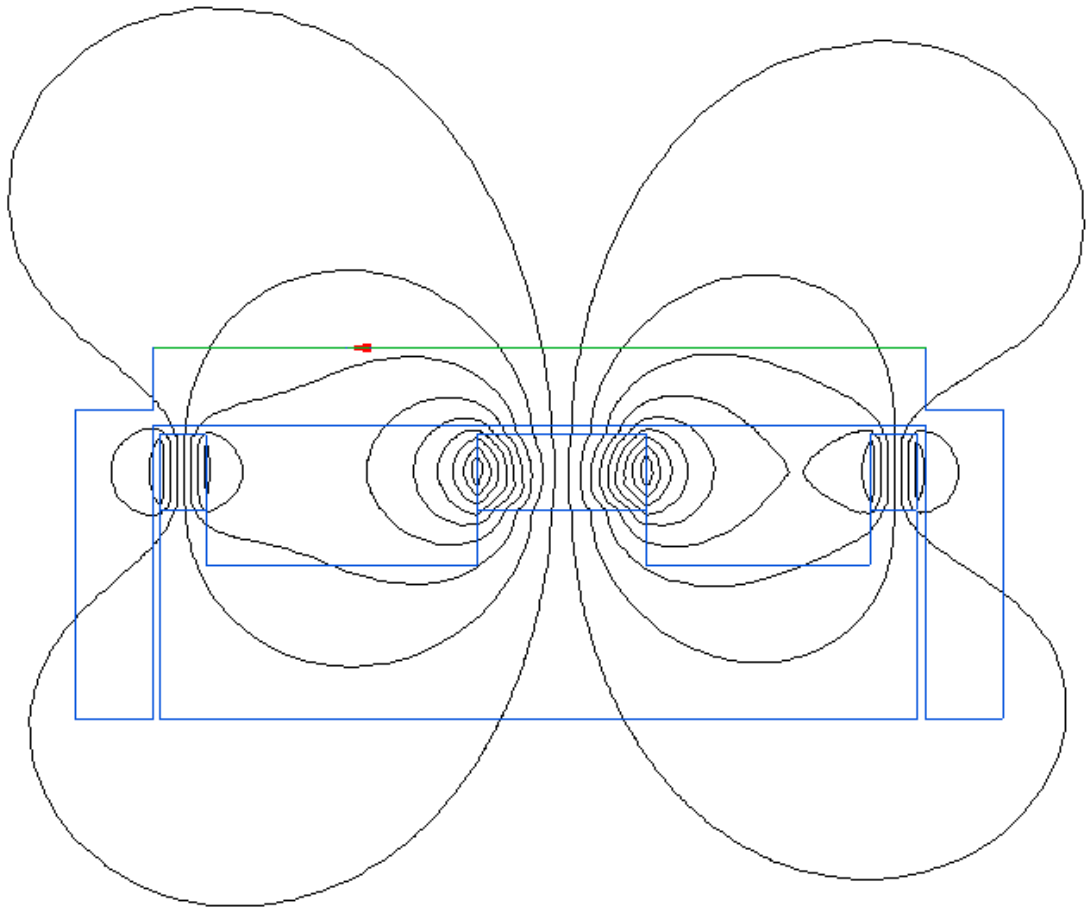

Рисунок 9 – Построение линии контура расчёта распределения вектора магнитной индукции (пример). Линия контура показана зелёным цветом и имеет направление.
14. В нашей задаче необходимо определить распределение вектора магнитной индукции для магнетронной распылительной системы. Для этого необходимо создать линию, относительно которой будет построено распределение, с помощью команд «Контур» - «Добавить линию», выбрать линию на поверхности мишени, обращенную в область вакуума (рис. 9).